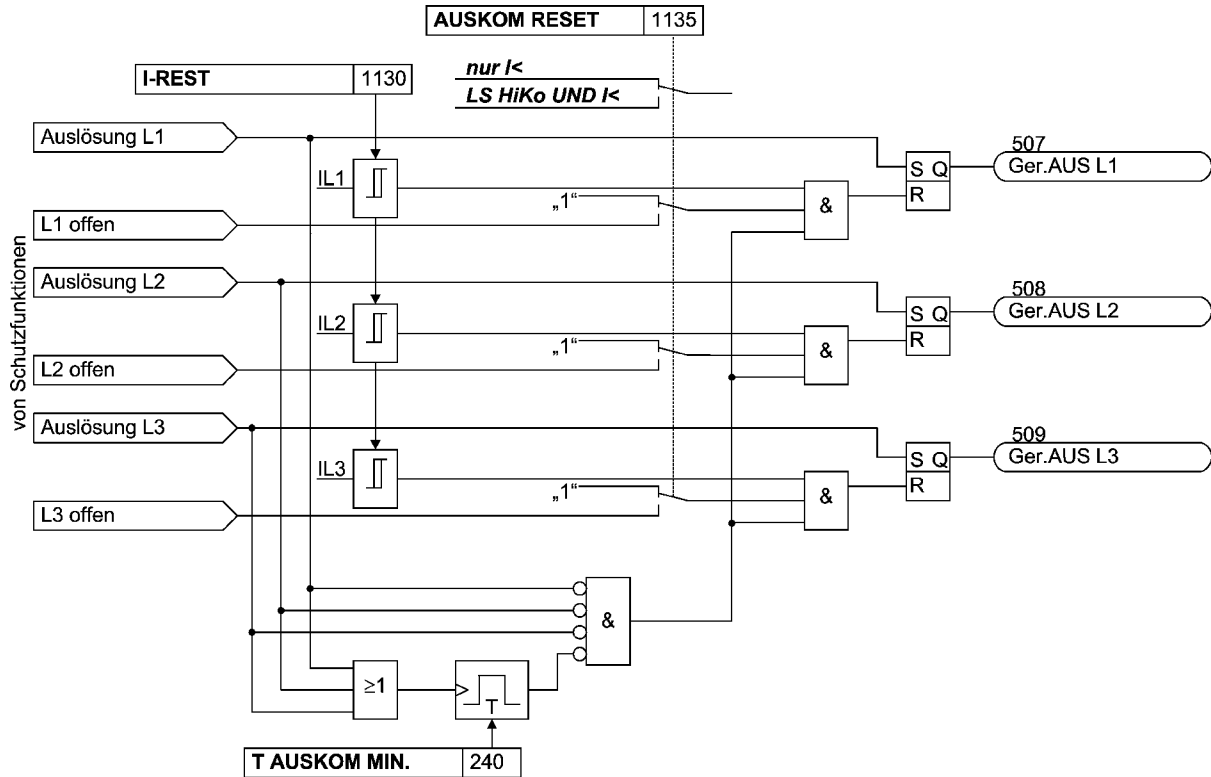

Bild 2-163 Speicherung und Abstuerung des Auslösekommandos
**Absteuerung des Auslösekommandos** Ein einmal erteiltes Auslösekommando wird polgetrennt (bei dreipoliger Auslösung für jeden der drei Pole) gespeichert (siehe Bild 2-163). Gleichzeitig wird eine Mindest-Auslösekommandodauer **T AUSKOM MIN.** gestartet. Diese soll gewährleisten, dass das Kommando auch dann für eine ausreichend lange Zeit an den Leistungsschalter gesendet wird, wenn die auslösende Schutzfunktion sehr schnell zurückfällt. Erst wenn die letzte Schutzfunktion zurückgefallen ist (keine Funktion mehr angeregt) UND die Mindest-Auslösekommandodauer abgelaufen ist, können die Auslösekommandos abgesteuert werden.